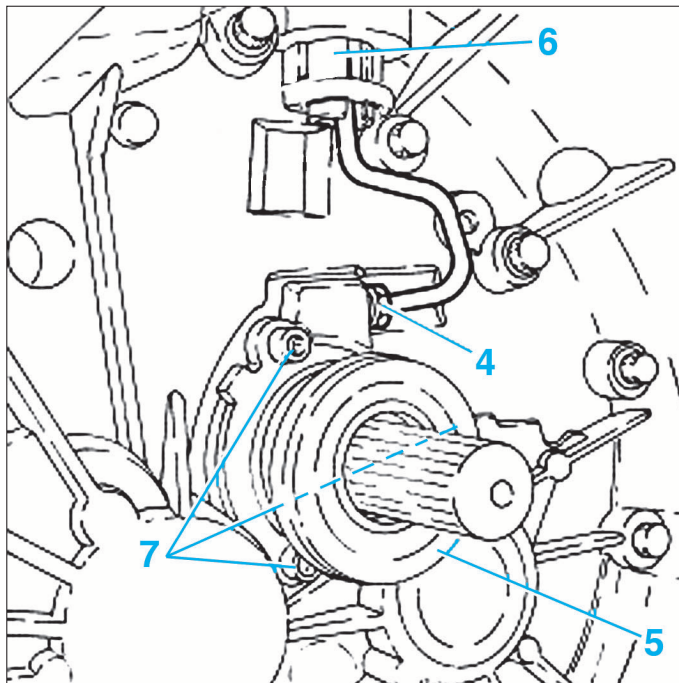

FIG. 6
- Débrancher la canalisation (4) de la butée hydraulique (5) d'embrayage (Fig.6).
- Décliper la bague de fixation (6) de la canalisation sur le carter de boîte.
- Déposer les vis de fixation (7) de la butée hydraulique.